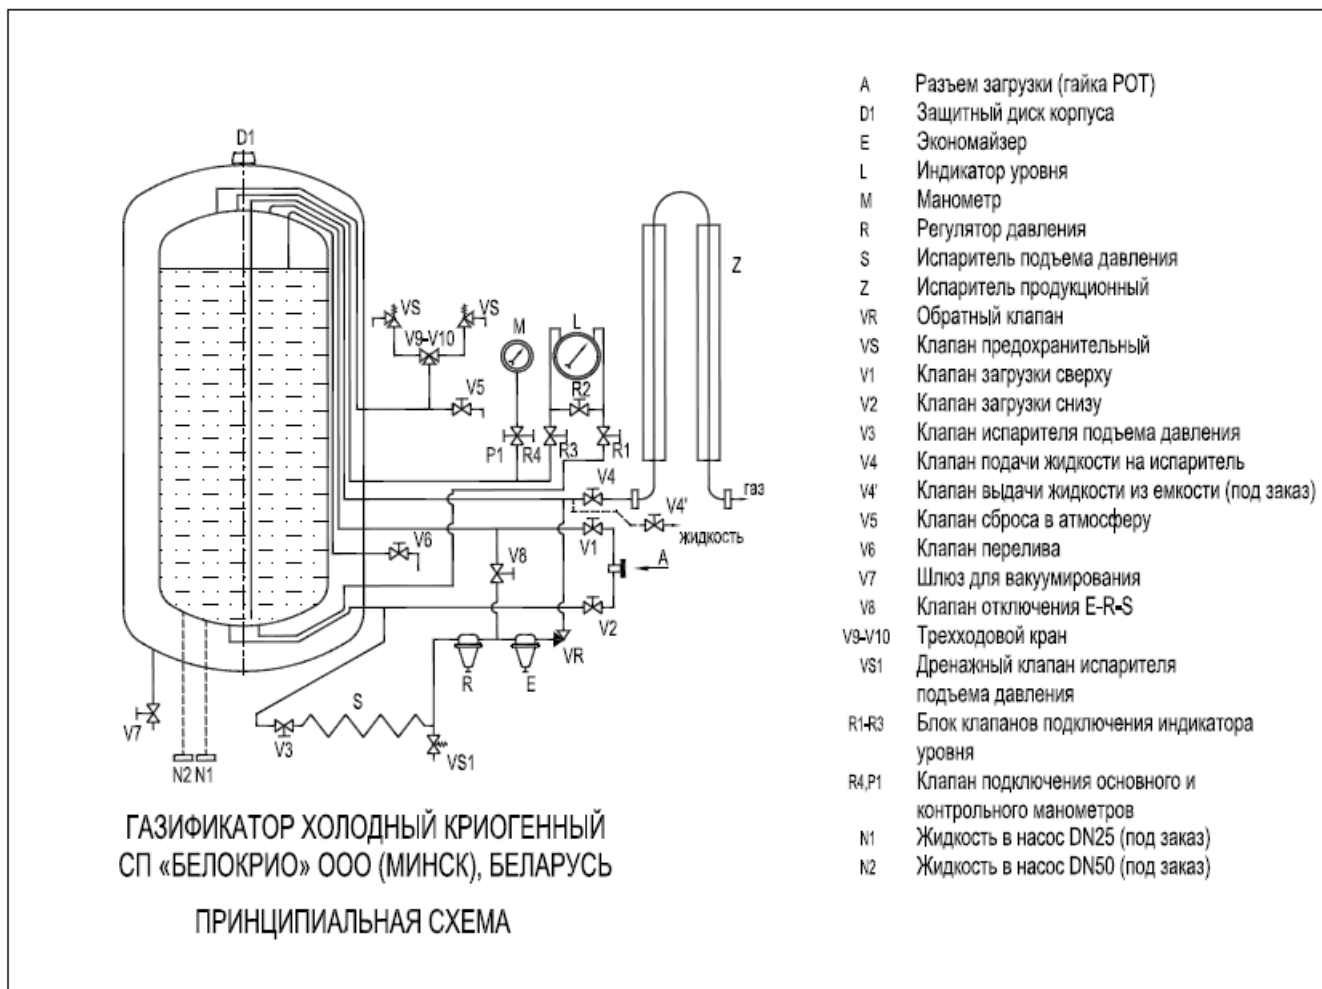

Рис.1 Схема принципиальная сосуда криогенного с производственным атмосферным испарителем (газификатора холодного криогенного).
1.1.1. Принципиальная схема криососуда с производственным испарителем (криогазификатора) приведена на рис.1
жидкости в змеевике подъема давления S (см.схему на рис.1) за счет теплообмена с воздухом, без какого либо принудительного источника тепла, что определяет наименование аппарата «холодный испаритель». Работа аппарата полностью автоматизирована благодаря системе регулирования, включающей в себя экономайзер (E), регулятор давления (R), змеевик подъема давления S и клапан VR. Наличие этих устройств выравнивает внутреннее давление в испарителе при отборе жидкости из аппарата до значения, которое задается настройкой приборов. В действительности, при падении давления незначительное количество сжиженного газа проходит через вентиль (V3), змеевик (S), преобразуется в газовое состояние увеличивая свой объем, и через регулятор давления (R) и вентиль (V8) поступает внутрь емкости, тем самым восстанавливая требуемое давление. В случае, если давление внутри емкости выше заданной величины, при выходе из регулятора давления газ проходит через вентиль (V8), экономайзер (E), контрольный клапан (VR) и через выходной вентиль (V4) попадает в линию потребителя.
Данная схема предназначена для заполнения сосуда жидким продуктом и включает в себя (см.рис.1):